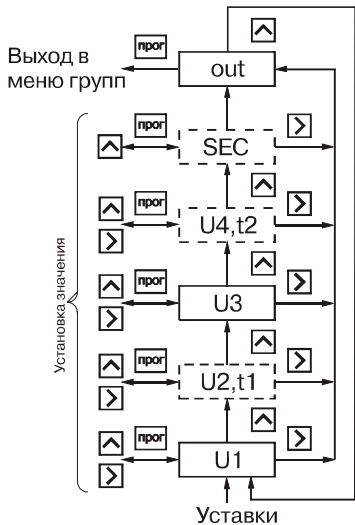

Рис. 23
6.1.6. Группа "**GrouP\_A**" (рис. 23) содержит уставки логических устройств **U1**, **U2(t1)**, **U3** и **U4(t2)**. Положение десятичной точки в параметрах **U1**, **U2**, **U3** и **U4** определяется её положением в параметре **F**.